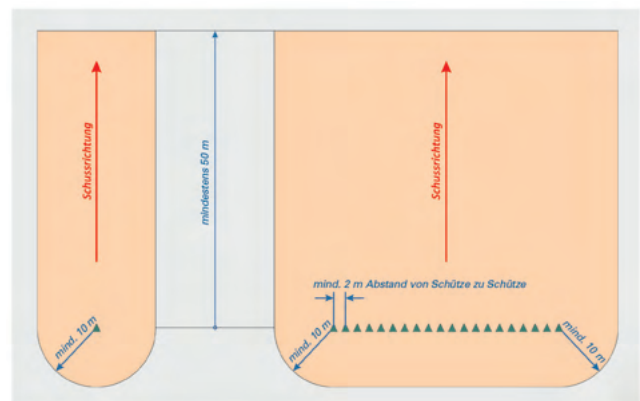

Abb. 27: Empfohlene Sicherheitsbereiche beim Einzel- und Gruppenschießen
- Sicherheitsbereich prüfen und festlegen (s. Abb. 27).